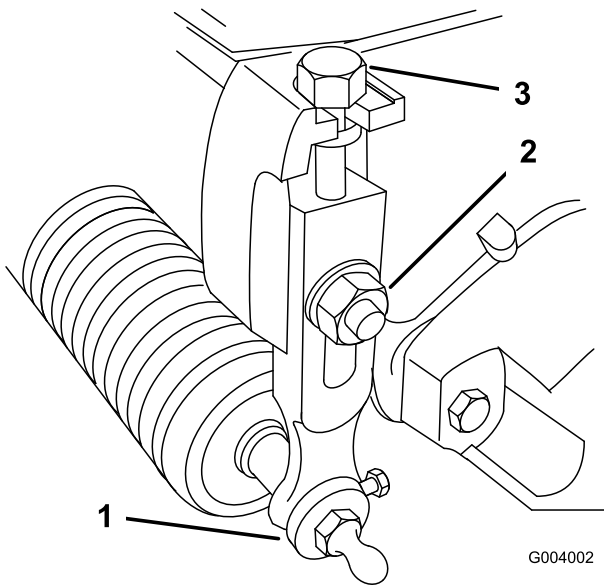

Figura 8
1. Afloje las contratueras que fijan los brazos de altura de corte a las chapas laterales de la unidad de corte (Figura 8).